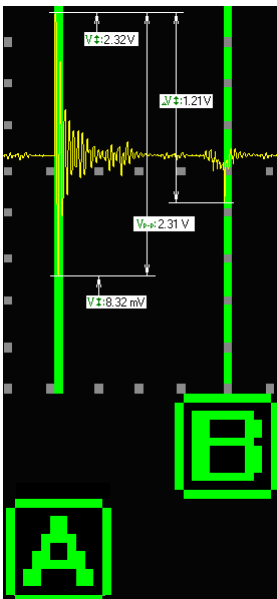

Рис. 10.
- 7 – максимальное значение напряжения в точке осциллограммы, на которую указывает маркер "А", для канала, по которому выводится дополнительная информация (см. рис. 10);
- 8 – максимальная разность напряжений в точках осциллограммы, обозначенных маркерами "А" и "В", для канала, по которому выводится дополнительная информация (см. рис. 10);
- 9 – минимальное значение напряжения в точке осциллограммы, на которую указывает маркер "А", для канала, по которому выводится дополнительная информация (см. рис. 10);
- 10 – пиковая разность напряжений в точке осциллограммы, на которую указывает маркер "А", для канала, по которому выводится дополнительная информация (см. рис. 10).
По рис. 10 видно, какие значения сигнала отображают данные элементы (для наглядности толщина маркерной линии условно увеличена).